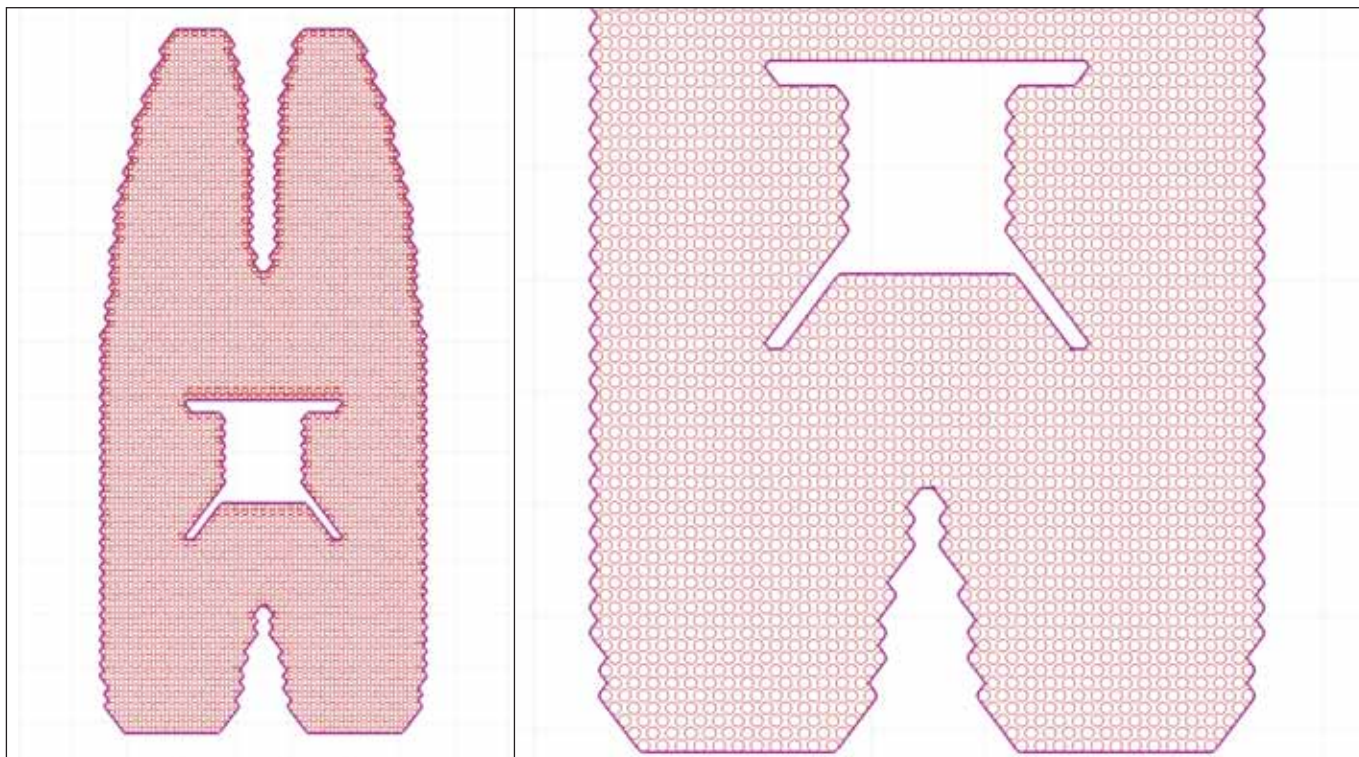

Рис. 4. Заполнение области отверстиями
- 2) заново произвести точное заполнение области отверстиями (рис. 4).